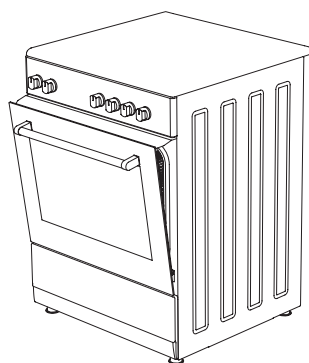

Рис. 12
4. Затем закрепите защитную панель между духовкой и передней крышкой, осторожно закрыв крышку. (рисунок 12)